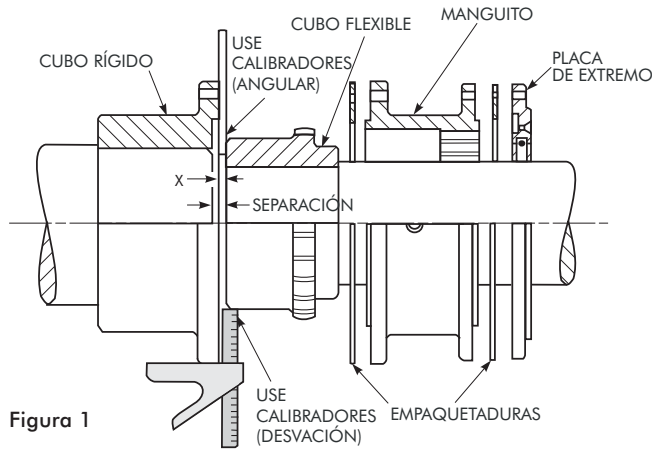

Figura 1
Vea la Figura 1. Use una barra espaciadora igual en espesor a la dimensión "X" especificada en la Tabla 4, Página 8. Inserte la barra a la misma profundidad a intervalos de 90° y mida la separación entre la barra y la cara del cubo con calibradores de separaciones, como se muestra. La diferencia en las medidas mínima y máxima no debería exceder del límite de ANGULAR especificado en la Tabla 4.
Vea la Figura 1 y alinee el acoplamiento y el eje flotante de modo que, con la cara cuadrada apoyada por completo sobre la brida, se obtenga una medida de separación igual entre la brida y el diámetro exterior del cubo en cuatro lugares a intervalos de 90°. La diferencia entre las lecturas mínima y máxima del calibrador no debería exceder el límite de DESVIACIÓN PARALELA indicado en la Tabla 4 en la Página 8.
**NOTA:** La dimensión "X" en las Figuras 2 y 3 es la misma que en la Figura 1. Consulte la dimensión "X" en la Tabla 4, Página 8.